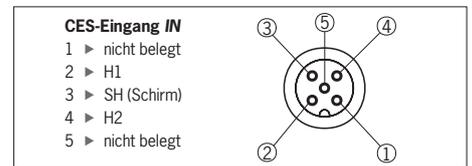

Bild 1: Buchsenbelegung (Blick auf Steckseite)
- ▶ Die CES-Leseköpfe an die CES-Eingänge *IN* (Buchse 5-polig M12) anschließen (siehe Bild 1)